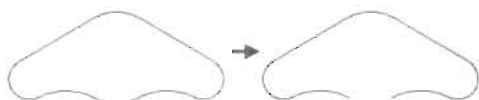

图 5-41
(1) 打开 (O): 与闭合 (C) 选项相反, 用于打开封闭的多段线图形, 图 5-41 所示是一个使用“闭合”选项封闭的多边形使用“打开”选项将其打开后的效果。